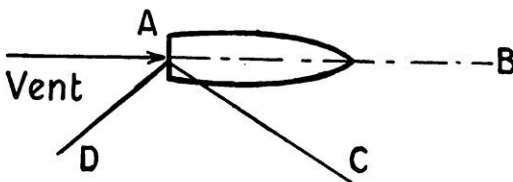
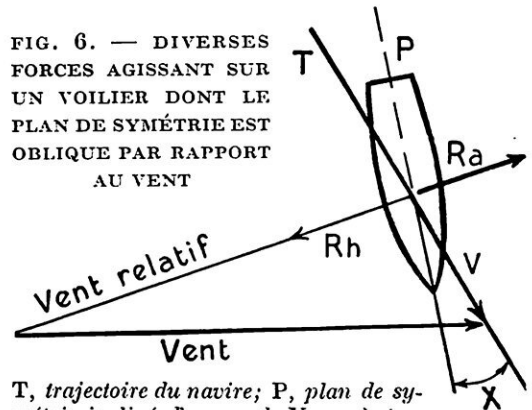

FIG. 5. — POUR NAVIGUER SUIVANT LE VENT, LA FORME DE LA VOILE PEUT ÊTRE QUELCONQUE, IL SUFFIT QU'ELLE AIT UNE SURFACE SUFFISANTE
FIG. 6. — DIVERSES FORCES AGISSANT SUR UN VOILIER DONT LE PLAN DE SYMÉTRIE EST OBLIQUE PAR RAPPORT AU VENT
FIG. 6. — COURBE PERMETTANT, POUR TOUTE VALEUR DE L'INDICE DE TOXICITÉ (I_t) D'UN ÉCHANTILLON DE GAZ BRULÉS DANS UN MOTEUR D'AUTOMOBILE, DE TROUVER LE COEFFICIENT D'UTILISATION (E) CORRESPONDANT DE L'ESSENCE CONSOMMÉE PAR CE MOTEUR
Lorsqu'un voilier est poussé par le vent, il ne peut pas, par le simple jeu de ses voiles, faire route suivant n'importe quelle direction. Supposons qu'il soit en A (fig. 5). Pour faire route vers B , il suffit qu'il ait comme voilure une surface quelconque offrant une résistance au vent. Pour naviguer de A vers C à la rigueur une telle surface est encore utilisable, car le marin sait tirer parti des qualités marines de son navire. Dans ce cas, en effet (fig. 6), le patron inclinera son bateau sur sa trajectoire d'un certain angle, que nous appellerons X . L'eau venant frapper le navire dissymétriquement, il s'en suivra une résultante hydrodynamique R_h (tout comme s'il s'agissait d'une aile plongée dans un courant d'air), qui sera égale et opposée à R_a (réaction du vent sur la voile).
déplacer suivant AD , par exemple (fig. 5), il faudra faire usage de voiles donnant une résultante dont la direction n'est plus parallèle au vent.